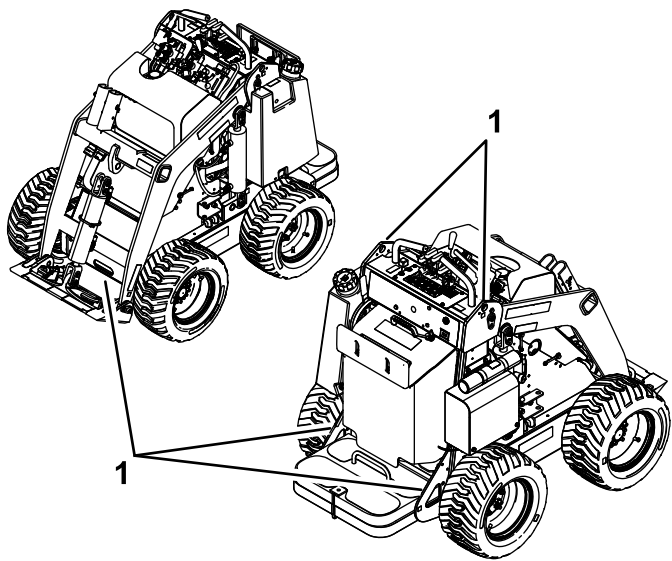

Рисунок 18
8. Используя металлические скобы для фиксации на машине, надежно прикрепите машину к прицепу или грузовику с помощью стропов, цепей, троса или веревок (Рисунок 18). Изучите местные нормативные документы по требованиям к креплению оборудования.
Вы можете поднять машину, используя в качестве такежных точек скобы для фиксации/подъема; см. Рисунок 18.